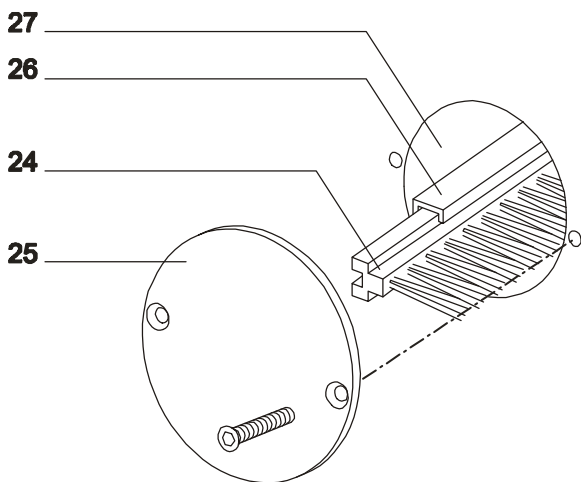

Bild 3: Bürstenmontage
Wenn sich noch keine Bürsten (24) in den Führungsschienen (26) befinden, so ist der Deckel (25) der Bürstenwechselöffnung (27) in der linken Seitenwand zu öffnen (siehe Bild 3: Bürstenmontage).